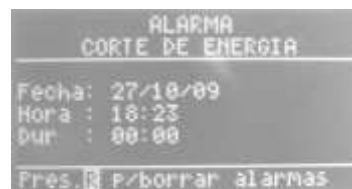

Fig.16
Al presionar la tecla R (fig.1 (4)) una vez, aparecerá el display de ALARMA CORTE DE ENERGIA, indicando la fecha, la hora en que se produjo y la duración del corte de energía de mayor duración (fig.16).